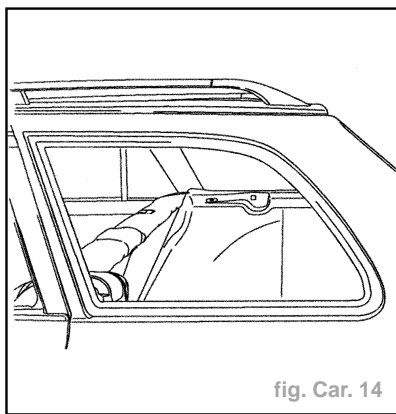

fig. Car. 14
- Les vitres latérales de custodes sont équipées d'un joint surmoulé récupérable au démontage (fig. Car. 14).